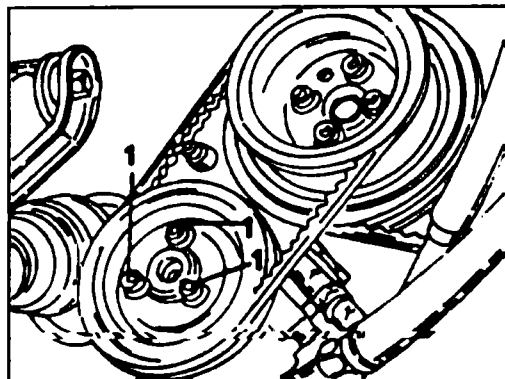

Рис. 8.8 Три болта (1) приводного шкива необходимо отвинтить, чтобы добраться до регулировочных прокладок
◆ Отверните болты (1), показанные на рис. 8.8 и снимите переднюю половину приводного шкива.
◆ Половинки шкива соедините вместе, а показанные на рис. 8.8 болты затяните моментом 20 Нм.